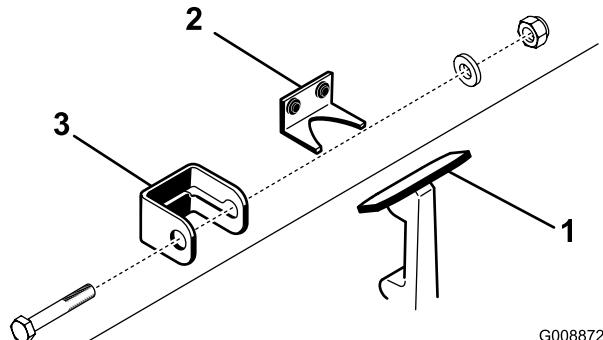

Figura 7
1. Desenganche el cierre del capó del cerradero del capó.(Figura 7).
2. Deslice el seguro de cierre del capó sobre el cierre (Figura 7).
3. Enganche el cierre en el cerradero del capó (Figura 7).
4. Inserte un perno (1/4 x 1-1/2 pulgadas) a través del seguro de cierre del capó y fíjelo con una arandela plana y una contratuerca (Figura 7).